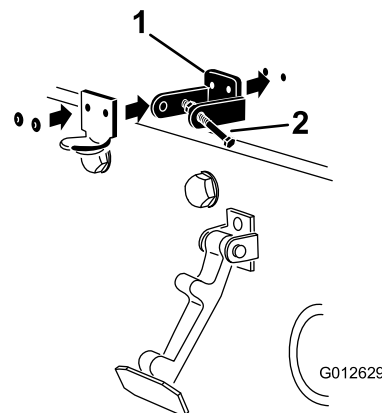

Рисунок 7
3. Во время совмещения монтажных отверстий поместите стопорный кронштейн по стандарту CE и кронштейн защелки капота на капот. Стопорный кронштейн должен быть прижат к капоту (Рисунок 7). Не снимайте узел болта с гайкой с рычага стопорного кронштейна.
5. Приклепайте кронштейны и шайбы к капоту (Рисунок 7).